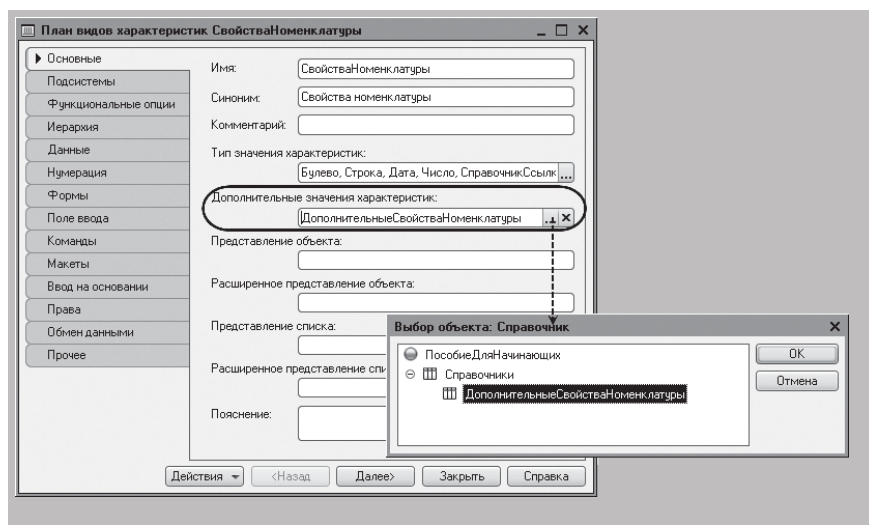

Рисунок 22.7 - Окно редактирования плана видов характеристик
1.6 После этого определим, что дополнительные значения характеристик плана видов характеристик будут располагаться в справочнике **ДополнительныеСвойстваНоменклатуры** (рисунок 22.7).